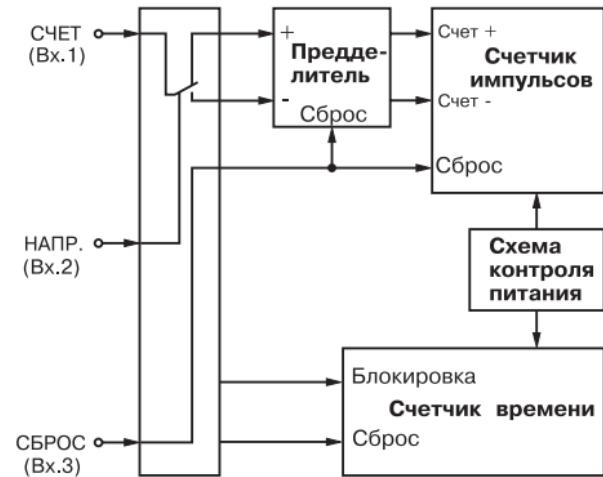

Рис. 13. Реверсивный счет с общим счетным входом, с заданием направления счета внешним сигналом и внешним сбросом
3.1.7.5. Реверсивный счет с внешним сбросом и определением направления счета по внешнему сигналу задается при значениях $inP=4$ (рис. 13).